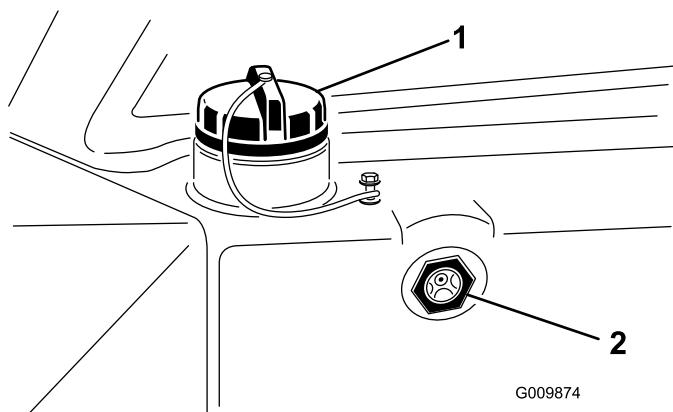

Figure 29
2. Vérifiez le niveau de liquide à travers le viseur (Figure 29).
4. Si le niveau de liquide froid est en dessous du bas du viseur, retirez le bouchon du réservoir hydraulique (Figure 29) et versez lentement du liquide hydraulique de haute qualité dans le réservoir jusqu'à ce que le niveau atteigne le bas du viseur. **Ne remplissez pas excessivement.**